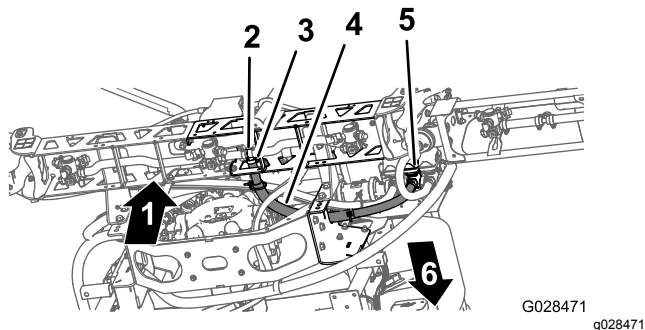

図 44
1. センターブームのホースを図 44のように配置する。
2. センターブームについているT字フィッティングのバーブ部分にブームホースを接続し、ホースクランプでホースを固定する(図 44)。